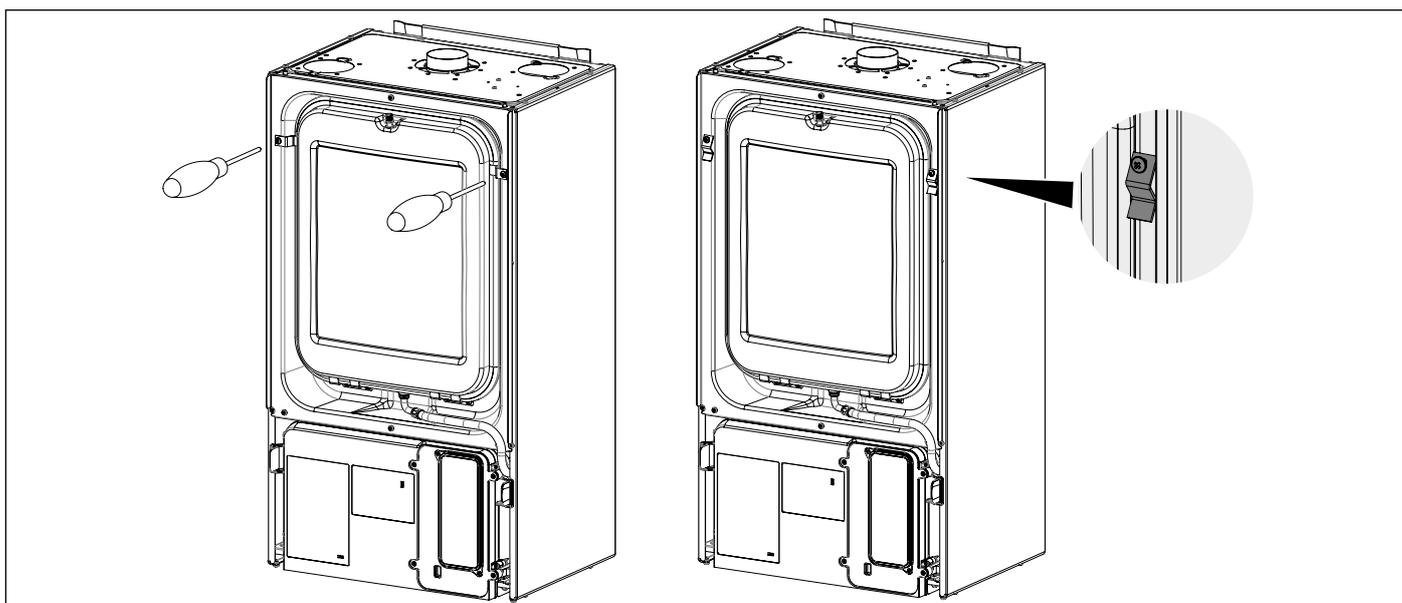
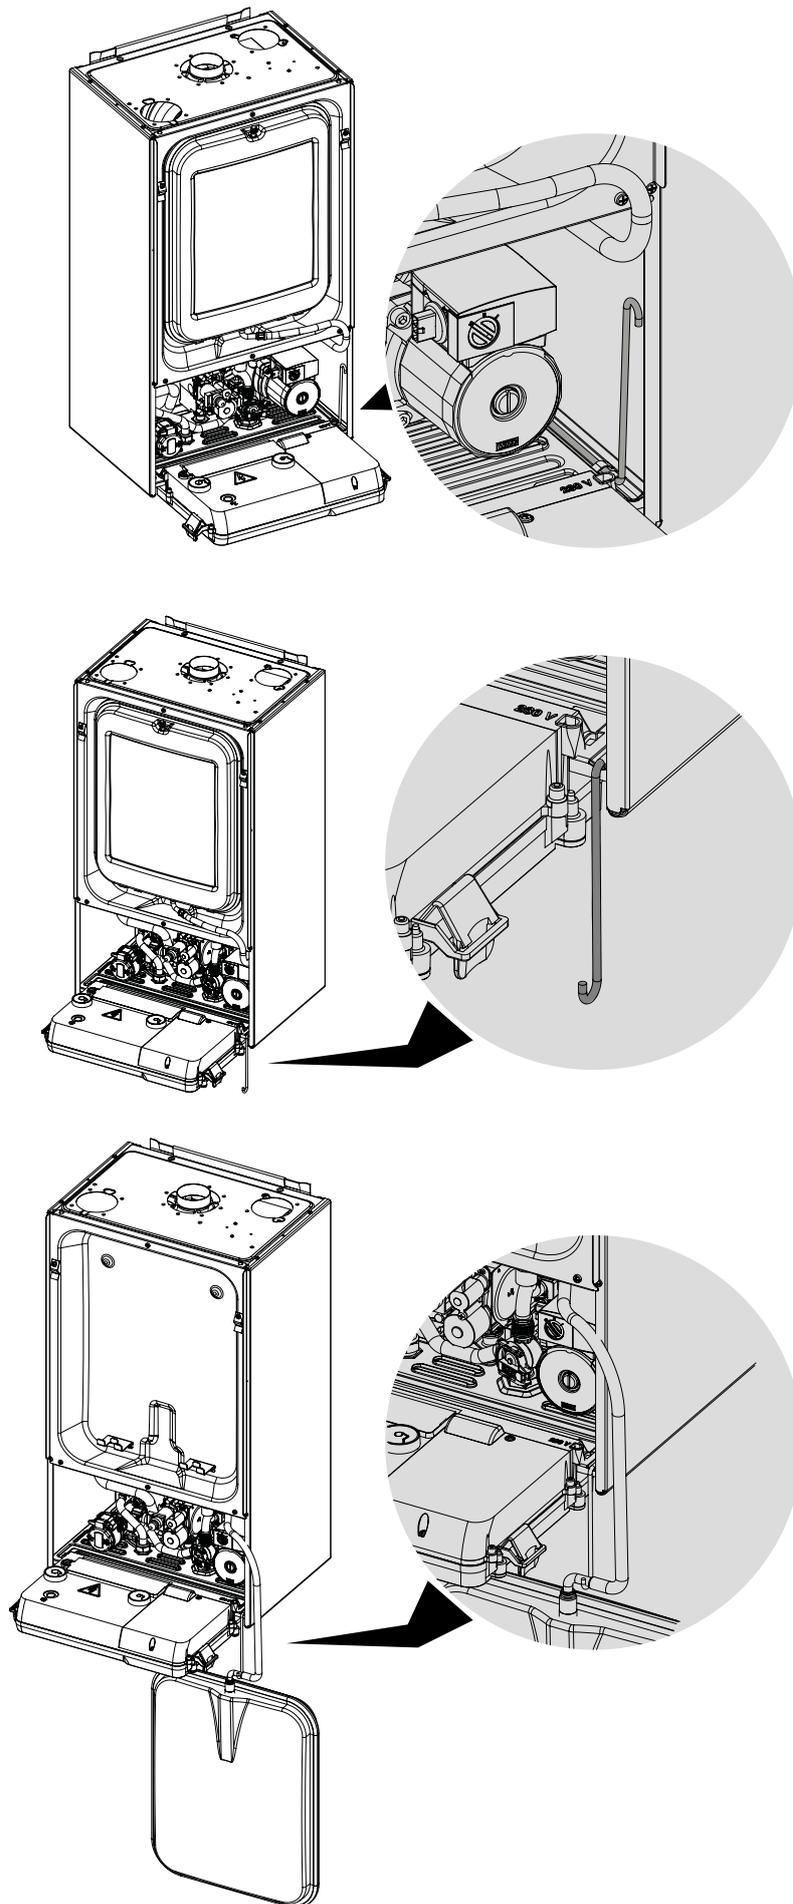

Fig. 44 Démontage brides blocage vase d'expansion
Fig. 45 Bride porte vase d'expansion
- Enlever le panneau frontal de la chambre de combustion en déplaçant le vase d'expansion (voir Fig. 44 Démontage brides blocage vase d'expansion et Fig. 45 Bride porte vase d'expansion).